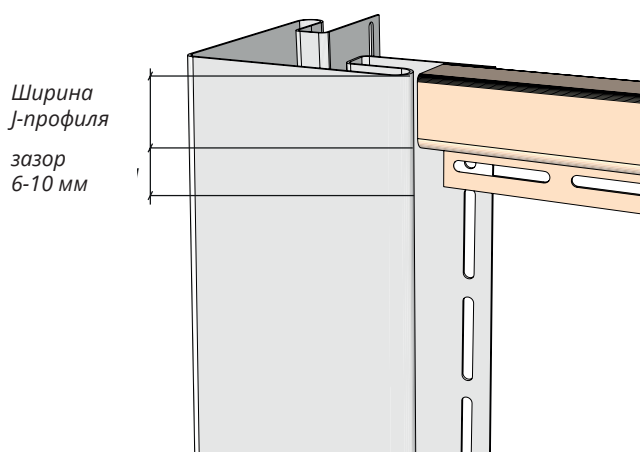

Рисунок 24
11.5 На тыльной части угла нужно сделать вырез, равный ширине лицевой планки универсального J-профиля 7/8, плюс зазор 6-10 мм (рис. 24, 25).